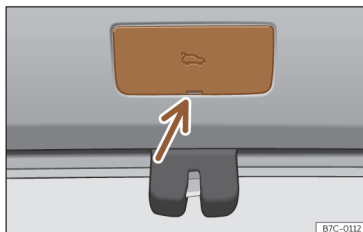

Fig. 58 Pormenor da bagageira: acesso à destrancagem de emergência.
- Retire a cobertura fazendo alavanca com o palhetão da chave >>> **Fig. 58**.